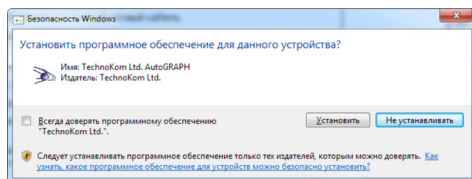

Рис.97. Предупреждение системы.
- В ответ на предупреждение системы нажмите кнопку «Установить» и продолжите установку (Рис.97).